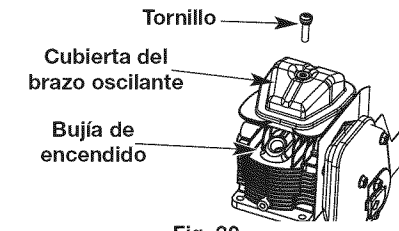

Fig. 30
5. Limpie la suciedad de alrededor de la cubierta del brazo oscilante. Saque el tornillo que sostiene la cubierta del brazo oscilante con un destornillador grande de vástago plano o con una broca Torx T-25 (Fig. 30). Saque la cubierta y la junta del brazo oscilante.
- El pistón esté en la posición superior de su recorrido. Esto deberá hacerse mirando por el orificio de la bujía. (Fig. 30)